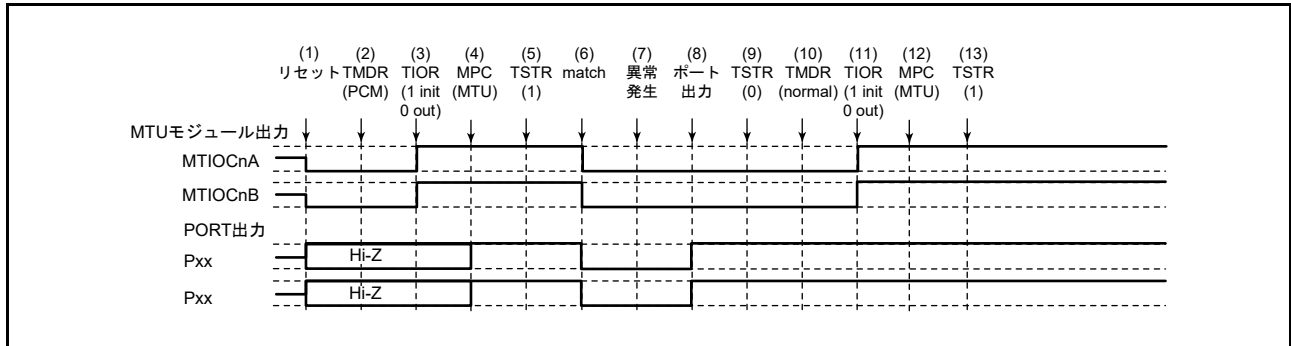

図 20.170 位相計数モードで異常が発生し、ノーマルモードで復帰する場合
位相計数モードで異常が発生し、再設定後ノーマルモードで再スタートする場合の説明図を図 20.170 に示します。
- (1) ~ (9) は図 20.170 と共通です。
- (10) PWM モード1を設定します。
- (11) TIOR レジスタで端子を初期化してください (PWM モード1では MTIOCnB (MTIOCnD) 端子に波形が出力されません。出力すべきレベルがある場合は、I/O ポートのポート方向レジスタ (PDR)、ポート出力データレジスタ (PODR) で汎用出力ポートの設定をしてください)。
- (12) MPC と I/O ポートのポートモードレジスタ (PMR) で MTU 出力としてください。
- (13) TSTR レジスタで再スタートします。
(19) 位相計数モードで動作中に異常が発生し、PWM モード2で再スタートする場合の動作
(1) ~ (9) は図 20.170 と共通です。
(10) PWM モード2を設定します。
(11) TIOR レジスタで端子を初期化してください (PWM モード2では周期レジスタに使用した TGR レジスタに対応する端子に波形が出力されません。出力すべきレベルがある場合は、I/O ポートのポート方向レジスタ (PDR)、ポート出力データレジスタ (PODR) で汎用出力ポートの設定をしてください)。
(12) MPC と I/O ポートのポートモードレジスタ (PMR) で MTU 出力としてください。
(13) TSTR レジスタで再スタートします。
(20) 位相計数モードで動作中に異常が発生し、位相計数モードで再スタートする場合の動作
(21) 相補 PWM モードで動作中に異常が発生し、ノーマルモードで再スタートする場合の動作